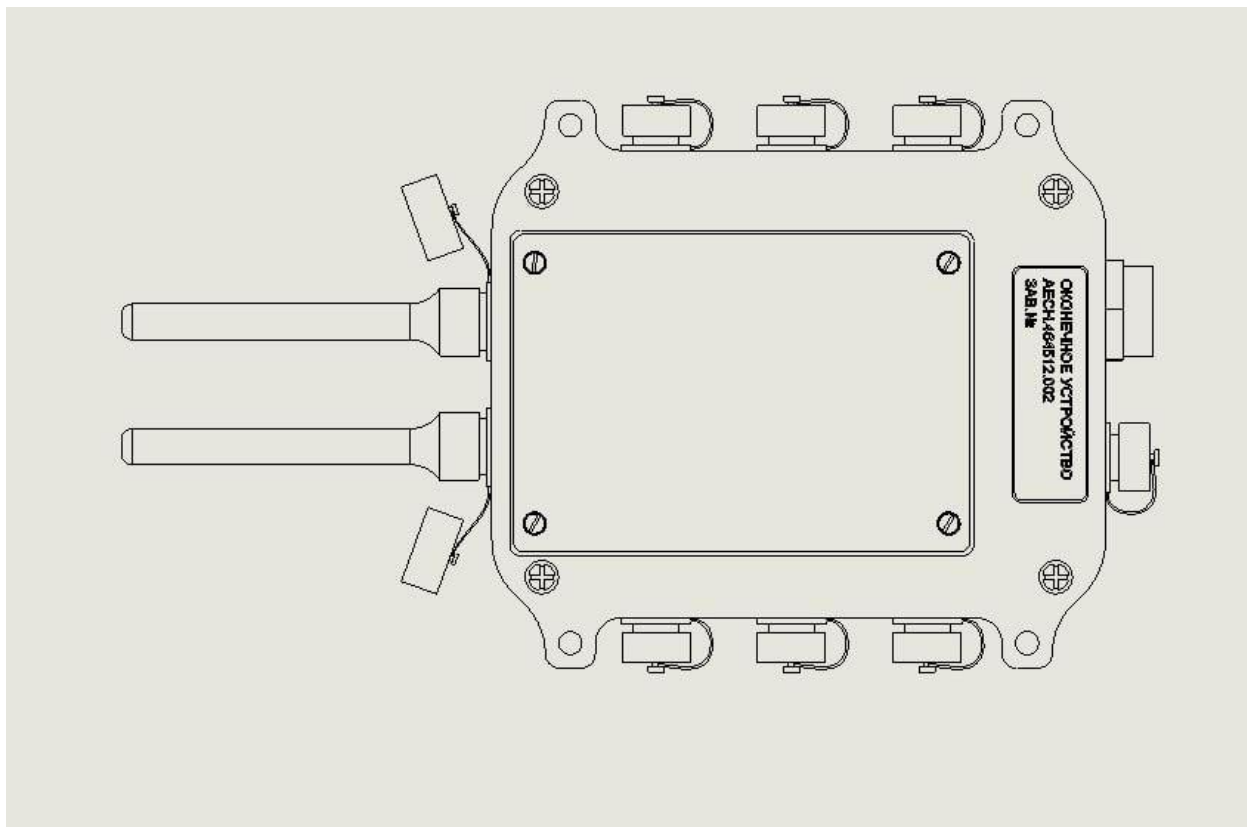

Рисунок 1.2 – Маркировка ОУ (вид снизу)
- на нижней части корпуса изделия должна быть нанесена маркировка с обозначением и заводским номером изделия (рисунок 1.2);